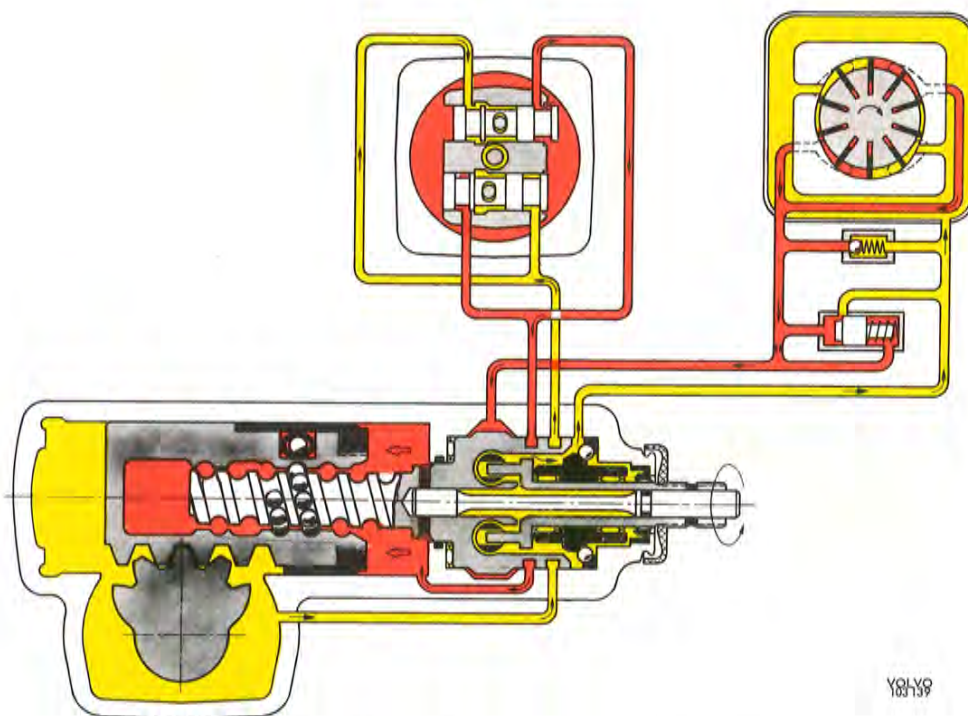

Bild 46. Funktionsprincip, vänstersväng
Då ratten vrids åt vänster (bild 46) överförs rörelsen via styrspindel (16) och torsionsstav (17) till snäckskraven (5) varvid kolven (2) skruvas åt vänster på bilden (i vagnen nedåt). Eftersom torsionsstaven är fjädrande kommer styrspindeln att vridas i förhållande till snäckskraven och påverka de i denna placerade ventilerna. Ju större vridmoment ju större ventilutslag. Den ena styrventilen (9) förskjuts därefter åt höger och öppnar inloppspalten (8) ytterligare under det den andra styrventilen (10) förskjuts åt vänster och stänger inloppet (11). Styrventilens (9) tryckledning förbinds med radialsparret (19) i ventilhuset liksom med styrventilens (10) returspår (6). Ventilens (10) tryckledning står i förbindelse både med radialsparret (18) och med returspåret (7) för styrventilen (9).